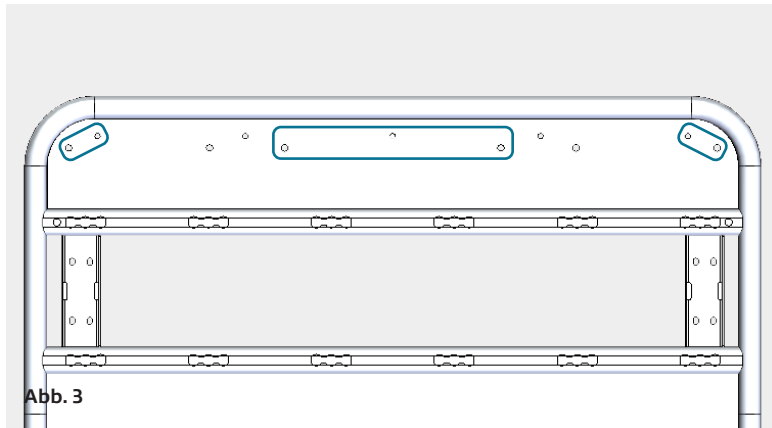

Abb. 3
- 2** Markierte Löcher (Abb.3) verwenden und den fertig gebauten Deflektor (Abb.2), mit den beigelieferten Schrauben (M8x16mm), unter dem Dachträger verschrauben (Abb.4).
Use the marked holes (Abb.3) and screw the assembled deflector (Abb.2), with the supplied screws (M8x16mm), under the roof rack (Abb.4).